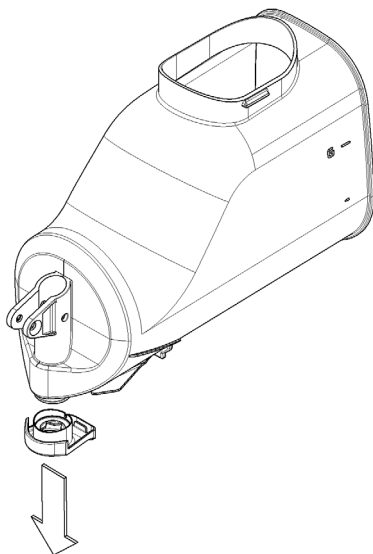

figura 12
- 7 Rimuovere dal contenitore il restrittore di flusso (vedere figura 12).